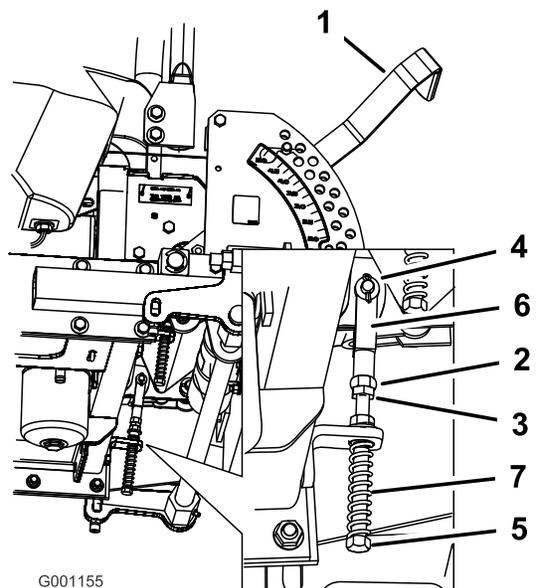

Figura 73
- 8. Si es necesario un ajuste, afloje la tuerca y la contratuerca contra la horquilla (Figura 73).
- 9. Aplique una ligera presión hacia atrás en la palanca de control de movimiento, gire la cabeza del perno de ajuste en el sentido apropiado hasta que la palanca de control esté centrada en posición de bloqueo/punto muerto (Figura 73).
- 10. Apriete la tuerca y la contratuerca (Figura 73).